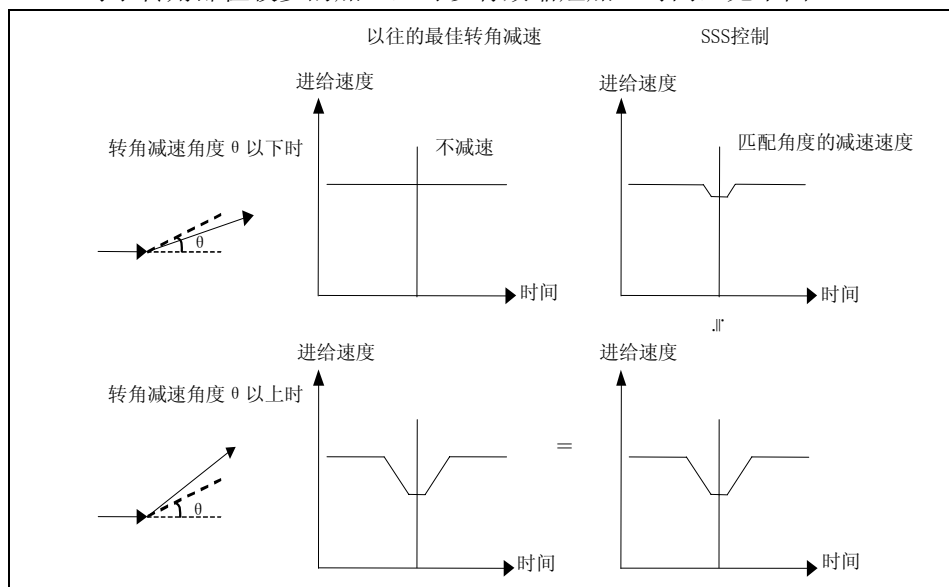

图 16-3 SSS原理图
- (1) 不容易发生干扰加工的程序段（微小高度差或扭曲）引起的速度变动，减少了这些程序段造成的伤痕。
- (2) 在不需要转角减速的位置，如果预测的加速度较大，也对速度进行钳制。
- 对于转角部位较多的加工，可以有效缩短加工时间，见下图16-3。